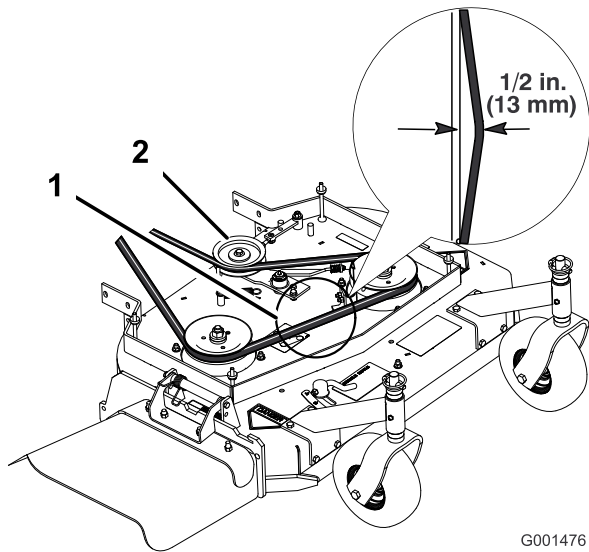
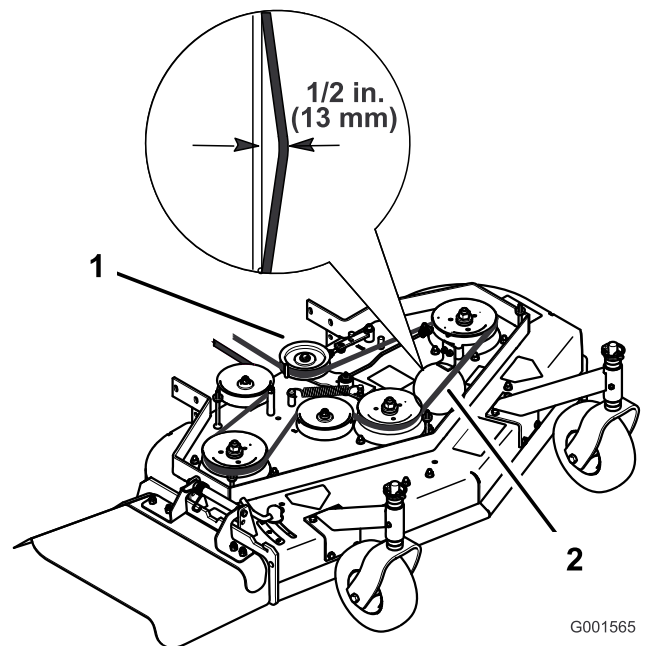

Figura 44
Figura 45
Nota: La tensión correcta de la correa del cortacésped es de 44-67 N (10-15 lbf) con la correa desviada 13 mm (1/2 pulg.) en el punto intermedio entre las poleas (Figura 44 o Figura 45).
3. Afloje la contratuerca del tensor (Figura 44).
4. Gire el tensor hacia la parte trasera del cortacésped para aumentar la tensión de la correa. Gire el tensor hacia la parte delantera del cortacésped para reducir la tensión de la correa (Figura 44).
Nota: La tensión correcta de la correa del cortacésped es de 44-67 N (10-15 lbf.) con la correa desviada 13 mm (1/2 pulg.) en el punto intermedio entre las poleas (Figura 44).
Nota: La tensión correcta de la correa del cortacésped es de 44-67 N (10-15 lbf.) con la correa desviada 13 mm (1/2 pulg.) en el punto intermedio entre las poleas (Figura 45).